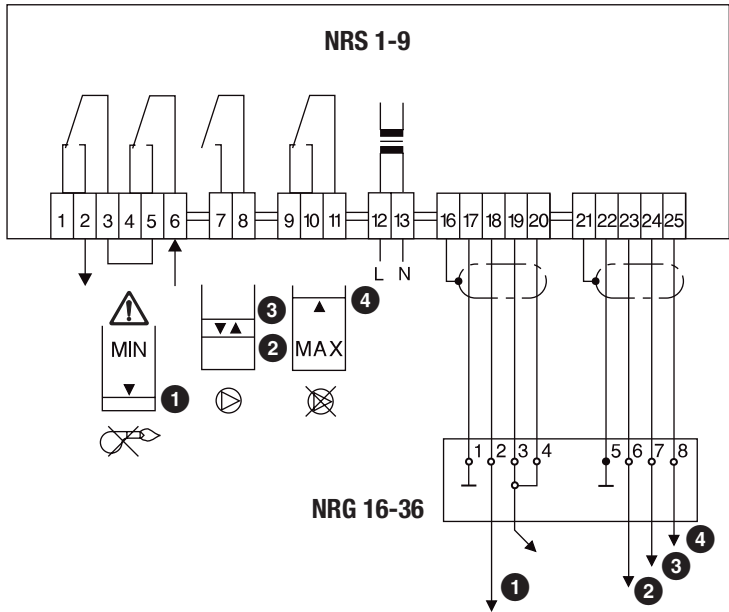

Fig. 10
Klemmleiste gemäß Anschlussplan belegen. **Fig. 10**
Prüfen Sie, ob NRS 1-9 mit der zugehörigen Systemkomponente NRG 16-36 gemäß dem Anschlussplan verdrahtet ist. **Fig. 10**
2. Wasserstand im Dampferzeuger soweit absenken, bis die Elektrode „2“ (unterer Schalterpunkt) vollkommen ausgetaucht ist. **Fig. 10**
Abhilfe: Überprüfen Sie das Maß des NW-Elektrodenstabes. Messen Sie die Leitfähigkeit des Prozess- oder Kesselwassers und vergleichen Sie die Werte mit den Angaben auf dem Niveauschalter. Kontrollieren Sie, ob Niveauschalter und Elektrode gemäß Anschlussplan **Fig. 10** verdrahtet wurden.
Abhilfe: Überprüfen Sie das Maß des HW-Elektrodenstabes. Prüfen Sie, ob der Elektrodenstab Masseberührung hat. Kontrollieren Sie, ob Niveauschalter und Elektrode gemäß Anschlussplan **Fig. 10** verdrahtet wurden.